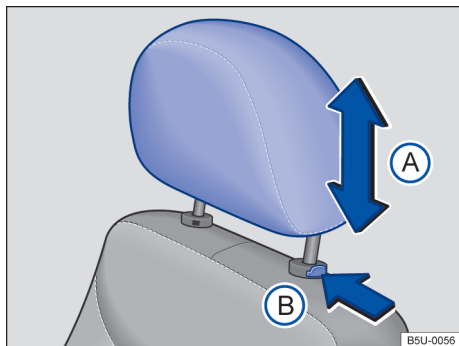

Fig. 62 Apoio para cabeça dianteiro: desinstalar.
- Pressionar o botão → Fig. 62 (B) no sentido da seta. Retirar o apoio para cabeça com a tecla pressionada.
- Empurrar o apoio para a cabeça totalmente para baixo com o botão → Fig. 62 (B) pressionado.